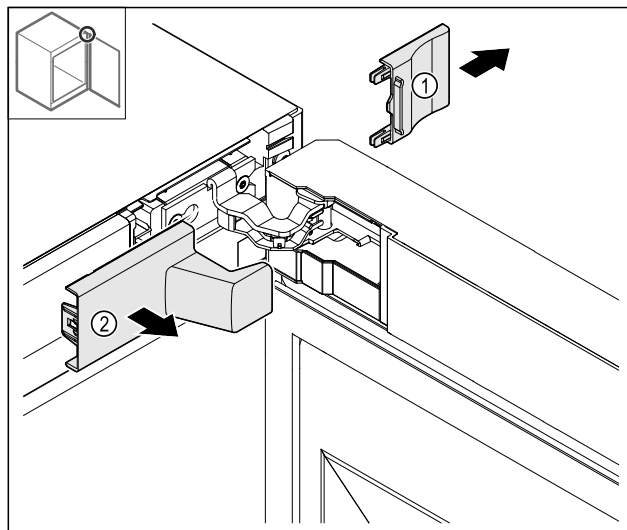

Fig. 14
- Wyjąć osłonę Fig. 14 (1), a następnie Fig. 14 (2).